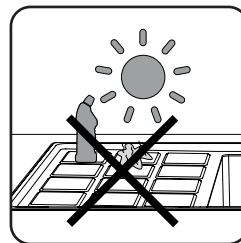

Fig. 3
- Não deixe secar detergentes ou outros produtos de limpeza na superfície da cuba (fig. 3). A maioria das marcas contem aditivos químicos que irão afetar o acabamento original.